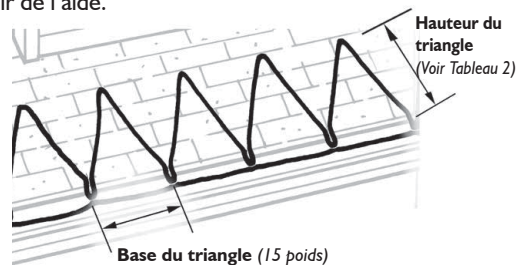

Figure 4. Parcours du triangle le long de la ligne de toiture
• **Parcours pour la ligne de toiture** : Le câble posé le long de la ligne de toiture est disposé selon un parcours triangulaire (voir figure 4). Le câble doit s'étendre au-dessus de l'avant-toit dans la section chaude du toit. Pour déterminer la hauteur des triangles, mesurez la profondeur de l'avant-toit. Les hauteurs du triangle sont mesurées par le nombre de rangées de bardeaux à partir de la bordure du toit (en fonction des pattes de bardeaux standard de 5 1/2 po). À l'aide du Tableau 2, déterminer la hauteur de chaque triangle. En utilisant cette méthode, les triangles s'étendront au moins à une rangée de bardeaux (5 1/2 po) dans la section chaude du toit.